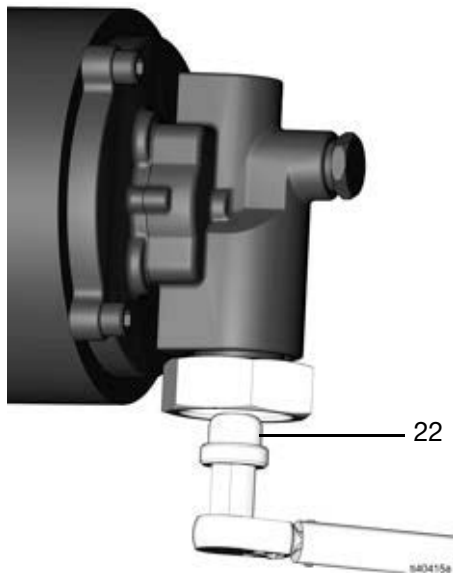

FIG. 2
5. Retirez le filtre d'aspiration (22) à l'aide d'une clé hexagonale de 19 mm (FIG. 2).
1. Serrez le filtre d'aspiration (22) sur l'entrée de la pompe à l'aide d'une clé hexagonale de 19 mm (couple de serrage de 40,7 N•m) (FIG. 2).